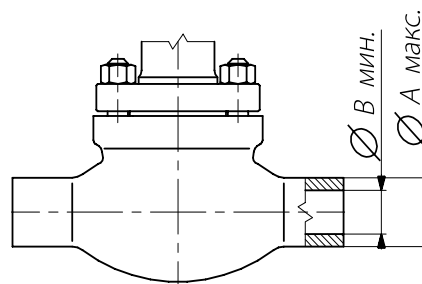
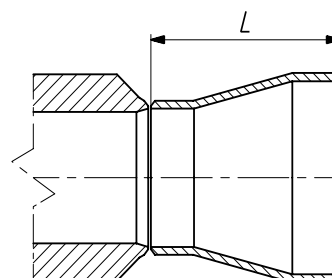

Рисунок 6. Размеры выводов для сварки, изготовленных из отливки.
Рисунок 7. Редукционный патрубок
-) - исполнение с редукционным патрубком согл. рис. 7
Допустимо исполнение присоединений для других размеров труб. Если размеры труб находятся в диапазоне ØB мин / ØA макс. (Рис. 6, табл. 20), то присоединение может быть выполнено из отливки. В противном случае к выводам корпуса следует приварить редукционный патрубок. Это вызовет увеличение длины конструкции клапана на размер L или 2L (Рис. 7, табл. 20). Допускается исполнение иных размеров присоединений после согласования с производителем.